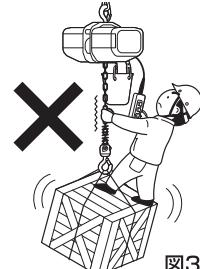
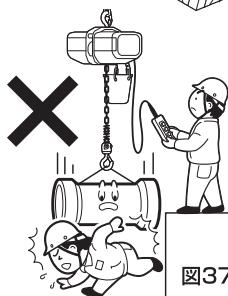
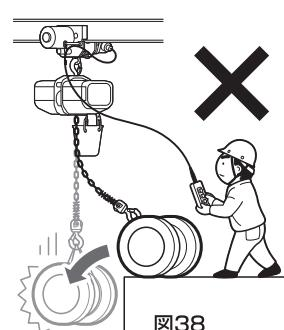

図36
図37
図38
- (1)電気チェーンブロックを設置する場所に十分な強度があることを確認してください。
- (2)定格荷重を超える荷は、絶対につらないでください。
- (3)損傷を受けたり、異音や異常振動がする電気チェーンブロックを運転しないでください。
- (4)つた荷に人は乗らないでください。また、人の乗る用途には絶対に使用しないでください。(図36)
- (5)つり荷の下に入らないでください。
- (6)つり荷の動く範囲に人がいるときは、運転しないでください。
- (7)人の頭上を越えて荷を運転しないでください。(図37)
- (8)上下フックに損傷や変形があるものは使用しないでください。
- (9)フックの外れ止め金具が破損したままでは絶対に使用しないでください。
- (10)ロードチェーンが変形したり傷ついたチェーンブロックは絶対に使用しないでください。
- (11)ロードチェーンを鉄板等の角に当てる操作しないでください。
- (12)ロードチェーンを荷に巻き付けて使用しないでください。
- (13)わずかな高さ・段差でも荷がガタンと落下するような衝撃荷重操作は絶対にしないでください。(図38)
- (14)使用前にブレーキの動作を確認し、ブレーキが確実に作動しないときは運転しないでください。
- (15)ロードチェーンに次の異常があるときは絶対に使用しないでください。
- (16)電気チェーンブロック本体やトロリをストップや構造物に衝突させないでください。
- (17)つり荷をほかの構造物や配線などに引っ掛けないでください。
- (18)電気チェーンブロック本体が何かに当たった状態、本体を固定した状態で使用しないでください。